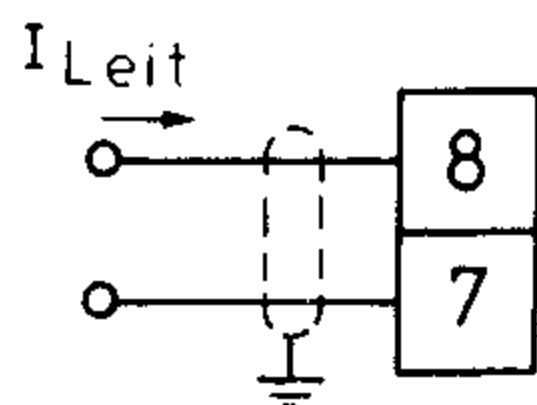

Bild 6
c) Sollwertvorgabe über potentialfreie Stromschleife. Über die Klemmen 8 und 7 kann als Sollwertsignal ein potentialfreier Steuerstrom entsprechend Bild 6 eingepreßt werden. Voraussetzung ist, daß die Steuerplatine 6011 wie folgt ergänzt wird (Bild 7):